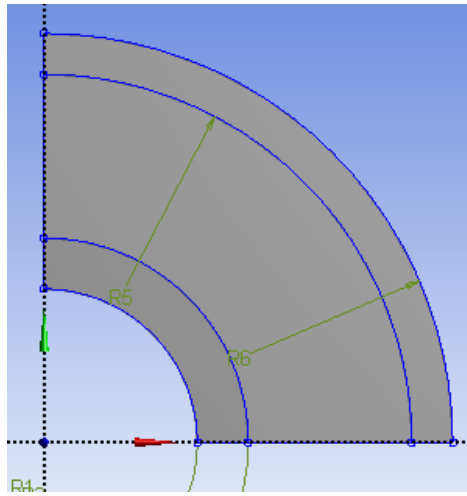

Рис. 9. Чверть-моделі диску
3.8. Аналогічним чином будемо ескізи **Sketch2** і **Sketch3** та видавлюємо їх за допомогою **Extrude** для побудови чверті полотна та ободу диска (рис. 9, 10).